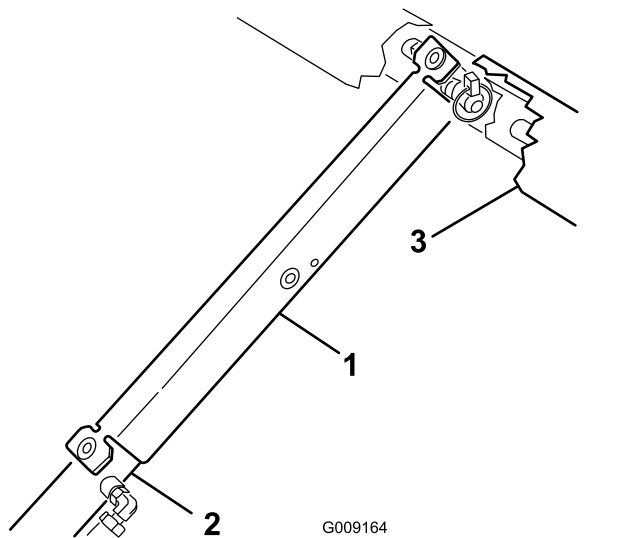

Figura 79
8. Coloque el soporte de la plataforma a presión sobre la varilla del cilindro, asegurándose de que los extremos del soporte descansan sobre el extremo del cilindro y sobre la rótula del cilindro de elevación (Figura 79).